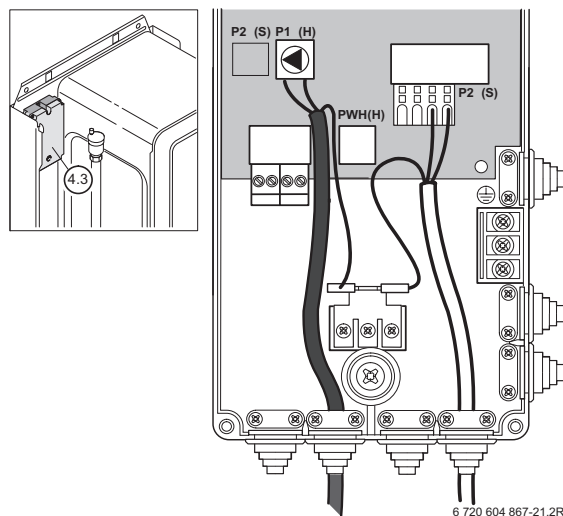

Fig. 29
- Infilare il cablaggio lungo del circolatore nel passacavo, fig. 29.
- Effettuare il collegamento di «massa a terra» come da fig. 29.